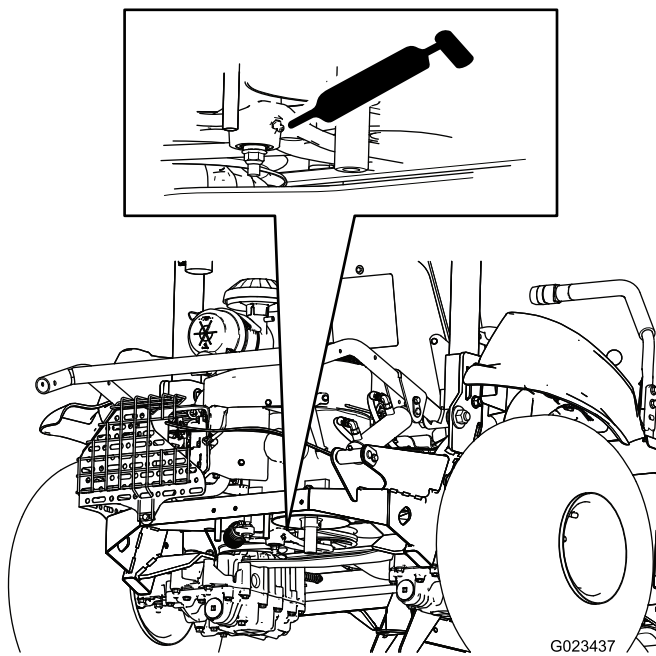

Figure 36
- Tendeur de courroie (1) – Figure 36